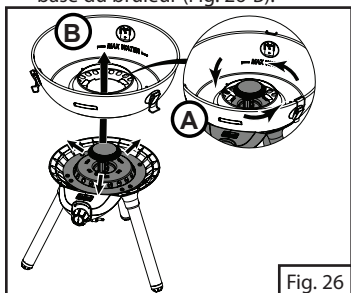

Fig. 26
- Retirez la bassine en la tournant dans le sens antihoraire (Fig. 26-A) jusqu'à ce qu'elle se libère de la base du brûleur (Fig. 26-B).